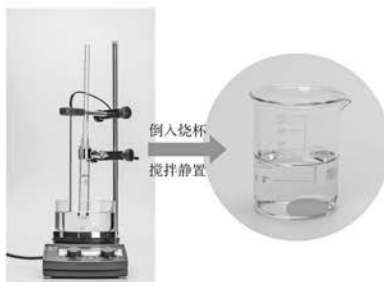

图 2.8 苯的硝化反应
向加有磁力搅拌子^①的大试管中加入 1.5 mL 浓硝酸, 并将大试管放在冷水浴中, 启动搅拌, 然后慢慢加入 2 mL 浓硫酸, 再慢慢加入 1 mL 苯。在 55~60℃ 水浴中加热并搅拌 10 min, 然后把试管内的混合液倒入另一只盛水的小烧杯里, 用玻璃棒搅拌后静置 (图 2.8)。